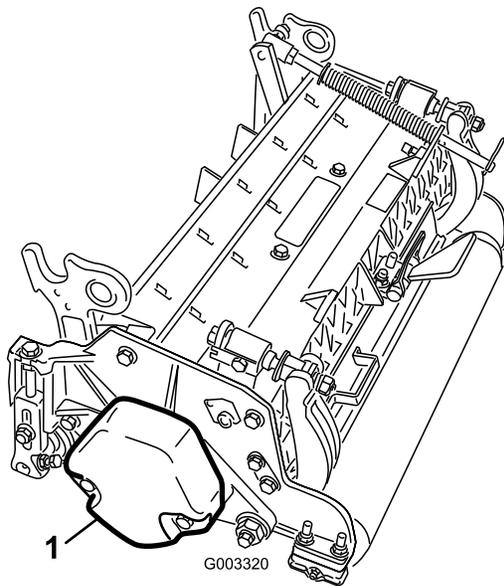

Рисунок 4
- Убедитесь, что противовес (**Рисунок 4**) установлен в надлежащих концах каждого режущего блока, как описано в *Руководстве оператора* для режущих блоков.